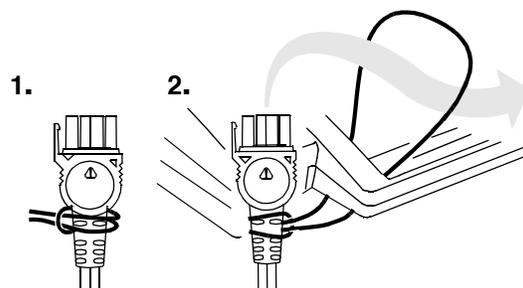

Abbildung 2 Anbringen der Kordel
- 1 Die Kordel um den Stecker am AED-Anschlußende des Kabels wickeln (siehe Abbildung 2).
- 2 Das Defibrillationskabel durch die Kordel und um den AED-Griff führen (siehe Abbildung 2).